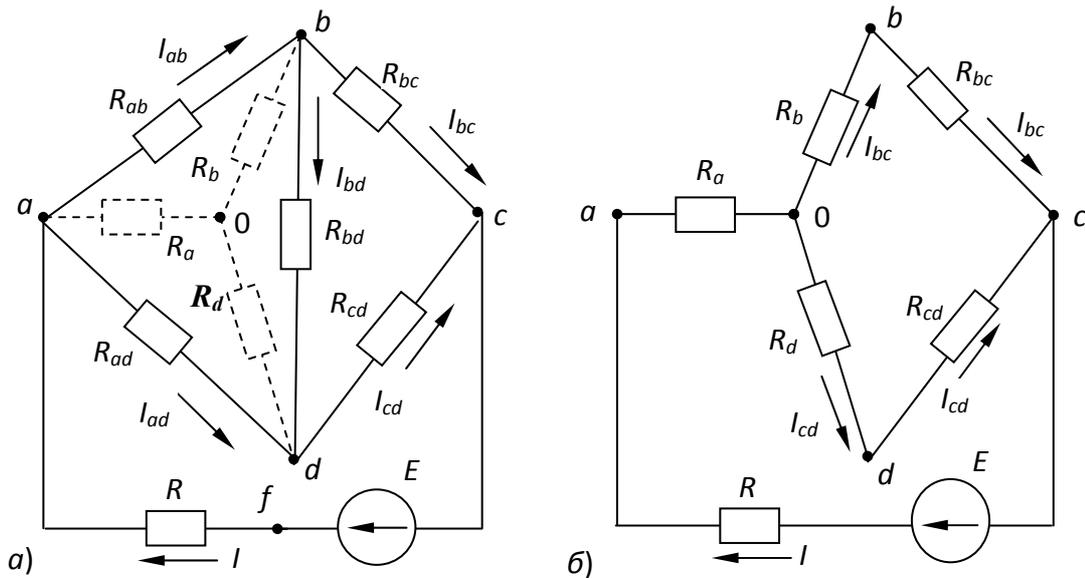

Рис. 1.3. Мостовая схема
Пример 1.1. Задана мостовая схема (рис. 1.3а), в которой сопротивление  $R$  и ЭДС  $E$  известны. Необходимо найти токи в ветвях электрической цепи методом преобразований.
Решение. Заменяем треугольник сопротивлений  $R_{ab}$ ;  $R_{bd}$ ;  $R_{ad}$  эквивалентной звездой сопротивлений  $R_a$ ;  $R_b$ ;  $R_d$ , лучи которых исходят из узла 0 и на рис. 1.3а изображены штриховой линией. В результате получим упрощенную схему (рис. 1.3б), эквивалентное сопротивление которой равно:
Нахождение токов в остальных ветвях исходной схемы  $I_{ab}$ ,  $I_{ad}$ ,  $I_{bd}$  можно осуществить применением второго закона Кирхгофа для замкнутых контуров исходной схемы (рис. 1.3а):
**Пример 1.2.** Для мостовой схемы рис. 1.3а определить токи в ветвях электрической цепи методом непосредственного применения законов Кирхгофа.
В качестве примера рассмотрим построение потенциальной диаграммы для контура  $abcfa$  схемы, изображенной на рис. 1.3а, в предположении его обхода по ходу часовой стрелки. Условимся, что токи  $I_{ab}$ ,  $I_{bc}$  и  $I$  в ветвях, входящих в этот контур, уже определены и соответствуют показанным на схеме направлениям. Величины сопротивлений и ЭДС также известны. Для построения потенциальной диаграммы (рис. 1.4) примем потенциал точки (узла)  $a$  равным нулю, т. е.  $\varphi_a = 0$ . Определим потенциалы остальных точек (узлов):